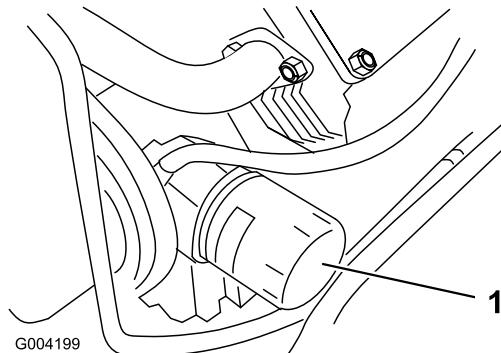

Figura 32
- Retire el filtro usado (Figura 32) y limpie con un paño la superficie de la junta del adaptador del filtro.